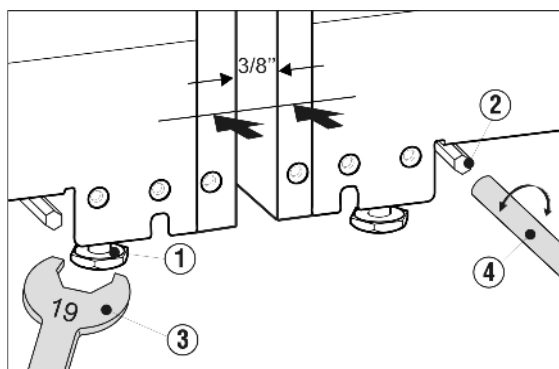

Fig. 11
- Nivele los aparatos con la ayuda de las patas de ajuste delanteras Fig. 11 (1) (llave inglesa SW 19 Fig. 11 (3)) y con los ejes de ajuste Fig. 11 (2) de las patas de ajuste traseras (llave ajustable 1/4" Fig. 11 (4)). Utilice un nivel de burbuja para una nivelación precisa.